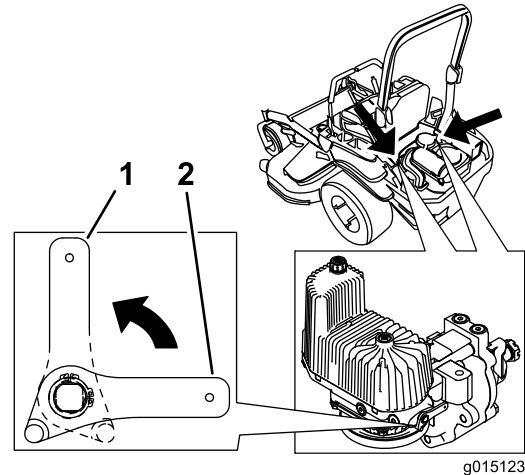

Figure 37
3. Tournez les leviers des vannes de déblocage en position verticale pour pousser la machine (Figure 37).
5. Tournez les leviers des vannes de déblocage en position horizontale pour utiliser la machine (Figure 37).